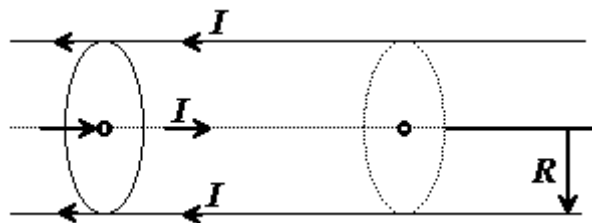

Рис.8
21. По оси длинного тонкостенного проводящего цилиндра радиусом R натянут провод. По цилиндру и проводу течет постоянный электрический ток I , как показано на рисунке. Определите индукцию магнитного поля как функцию расстояния от провода и постройте график этой зависимости (рис.8).